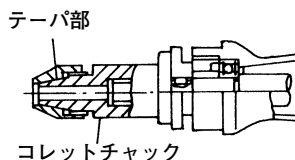

図 8
- ・ トイシを取付ける場合は，図 8 に示すテーパ部にスピンドル油（ミシン油でも結構です）を少量塗布してから，コレットチャックを締めてください。